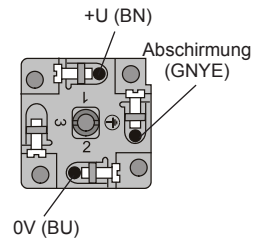
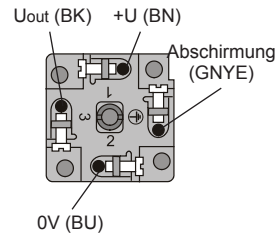

Abb. 10: Innenansicht eines Steckers mit Stromausgang
Abb. 12: Innenansicht eines Steckers mit Spannungsausgang
4. Befestigen Sie die Kabeladern in den Schraubklemmen gemäß Abb. 10 (Stromausgang 4-20 mA) oder gemäß Abb. 12 (Spannungsausgang 0-10 V). Ziehen Sie die Klemmen ordnungsgemäß fest.